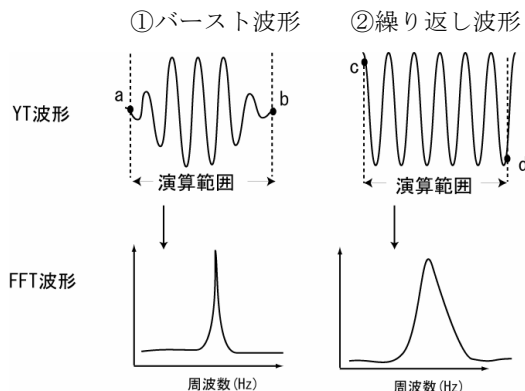

図 3.1.18 演算範囲での連続、不連続による周波数特性
図 3.1.18 の①のように演算範囲内で収束し、a 点、b 点が連続するバースト信号の場合にはスペクトル漏れが発生しませんが、②のように演算範囲の前後 c 点、d 点で不連続になる繰り返し信号の場合にはスペクトル漏れが発生し正確な測定を行うことができません。FFT Window を使用すると②のような演算範囲の前後での不連続点を小さくする処理を実施し、スペクトル漏れを抑えることができます。
(6) 測定例